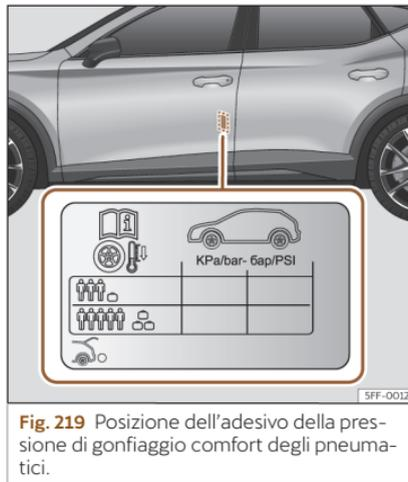

Fig. 219 Posizione dell'adesivo della pressione di gonfiaggio comfort degli pneumatici.
- Adattare la pressione degli pneumatici al carico del veicolo»» **fig. 219**.
I valori della pressione di gonfiaggio degli pneumatici sono riportati sull'etichetta adesiva situata nella zona posteriore del telaio della porta anteriore sinistra»» **fig. 219**.
Adeguare la pressione di gonfiaggio degli pneumatici al carico del veicolo. Se il veicolo verrà caricato al massimo, è necessario aumentare la pressione di gonfiaggio al valore di carico più elevato indicato sull'etichetta adesiva»» **fig. 219**.
Nel caso del ruotino di scorta (125/70 R18), gonfiare alla pressione di 4,2 bar come indicato nell'etichetta della pressione degli pneumatici»» fig. 219.
- Il conducente è responsabile che tutti gli pneumatici del veicolo siano gonfiati alla pressione corretta. La pressione di gonfiaggio consigliata è indicata in un adesivo »» fig. 219.
- Con gli pneumatici freddi, si deve mantenere sempre la pressione indicata sull'adesivo»» fig. 219.